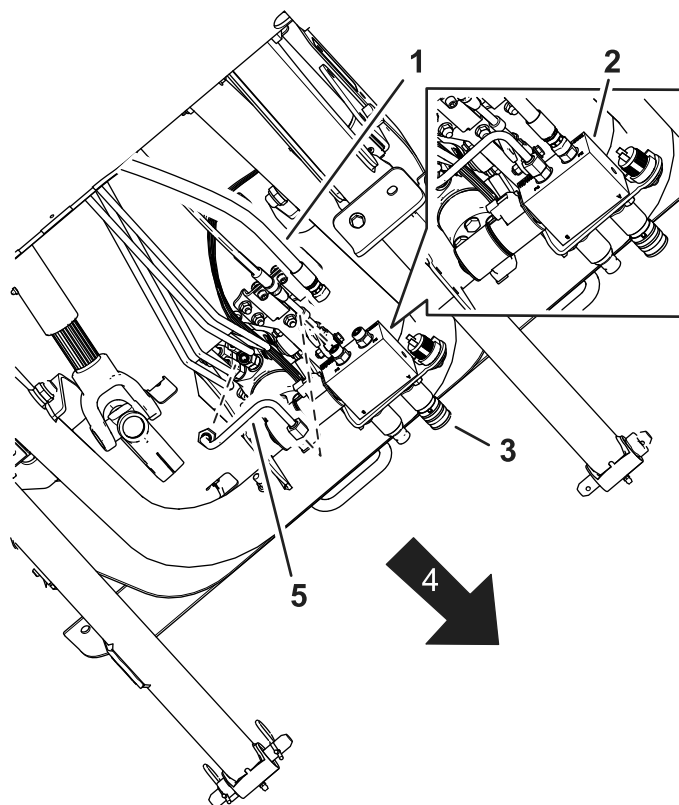

Figura 4
- 6. Instale el tubo hidráulico en la válvula de dirección donde se retiró la manguera (Figura 4).
- 7. Conecte el tubo hidráulico al distribuidor, como se muestra en la Figura 4.
- 8. Conecte la manguera hidráulica al distribuidor, como se muestra en la Figura 4.